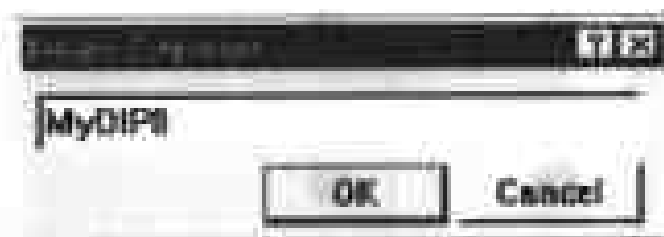

图 7-27 重命名对话框
(6) 重命名与保存。在左边的封装管理器中选择“Rename”按钮，系统弹出如图 7-27 所示的对话框，在对话框中输入一个名字，如 MyDIP8。